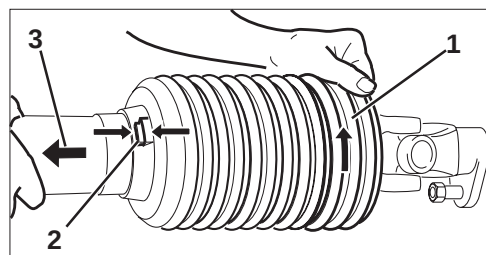

Fig. 5.4
- Vrid skyddet (Fig. 5.4/1) till monteringsposition (Fig. 5.4/2).
- Dra av skyddet (Fig. 5.4/3).